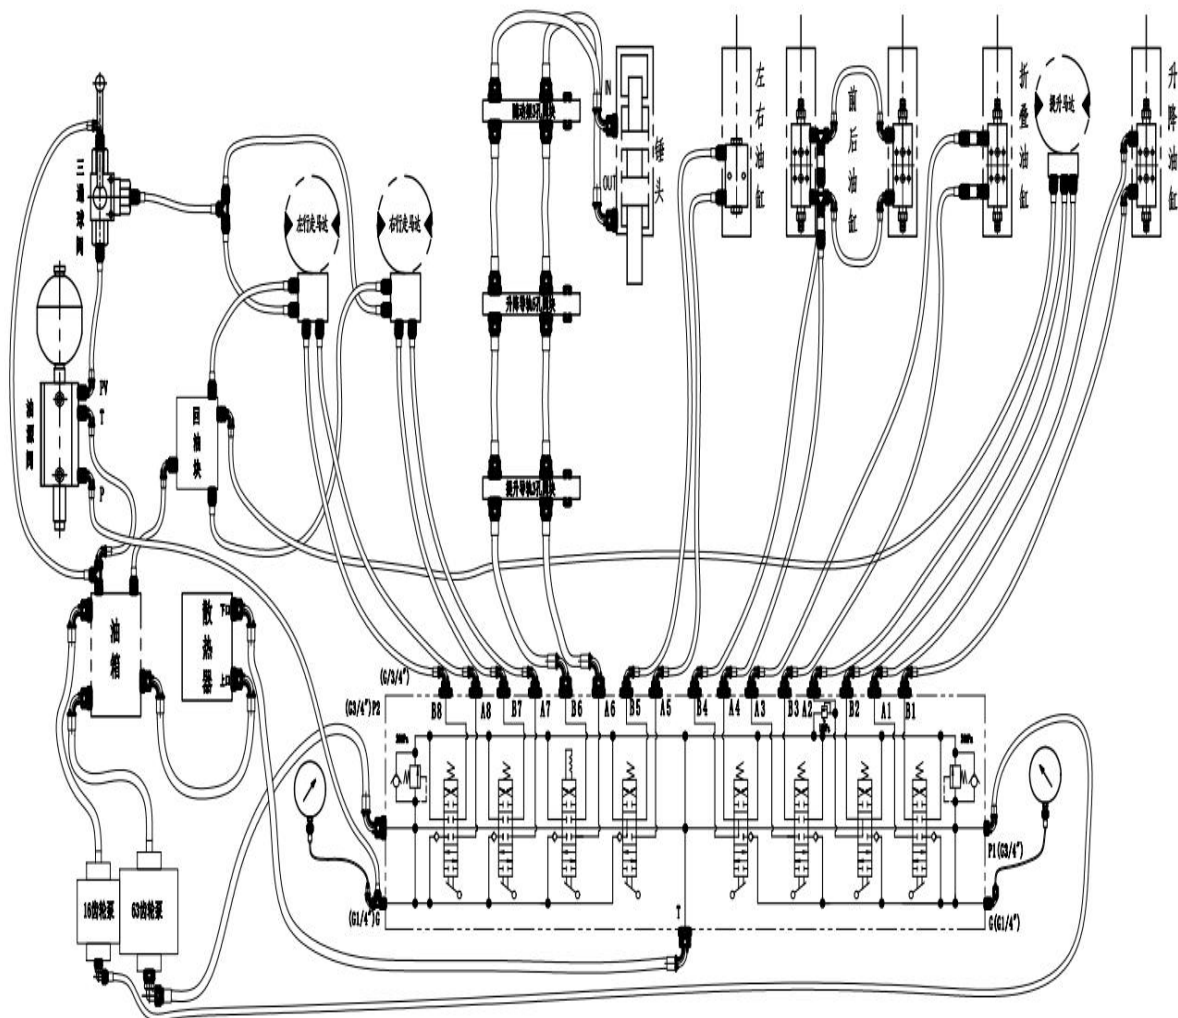

Figura 3-3
1.3 Sistema hidráulico (ver Figura 3-3 para el principio hidráulico)